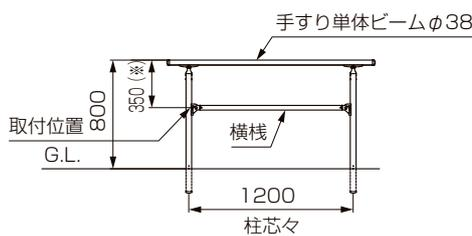
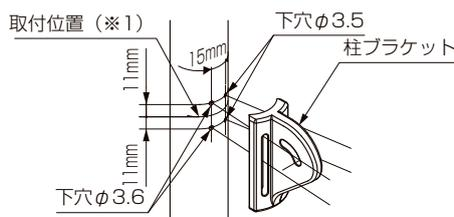

図7-12
図7-13
- ※図7-12は取付け位置の一例を示します。
- ①横棧の取付け位置(※1)を決めてください。
- ②図7-13を参照して、取付位置(※1)から上下11mmの位置にφ3.5を4カ所あけてください。